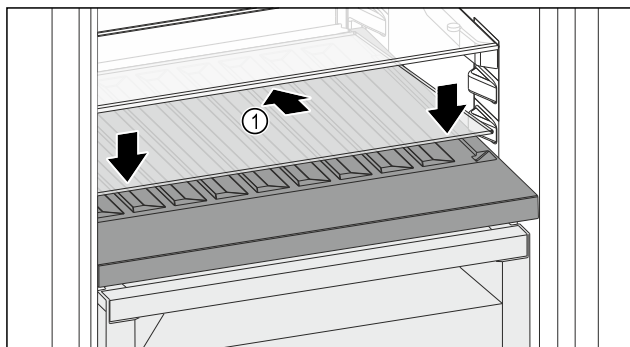

Fig. 91
- Posizionare il ripiano di vetro Fig. 91 (1) inclinato indietro e verso il basso.
- Abbassare la parte anteriore del ripiano di vetro Fig. 91 (1).